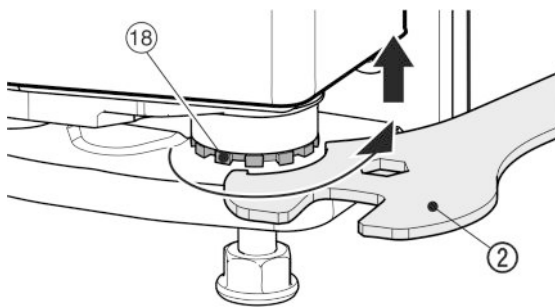

Fig. 18
- ▶ Para levantar la puerta, desenrosque hacia la derecha el perno de cojinete Fig. 18 (18) con la llave de boca Fig. 18 (2) suministrada. El perno de cojinete se entrega completamente enroscado.